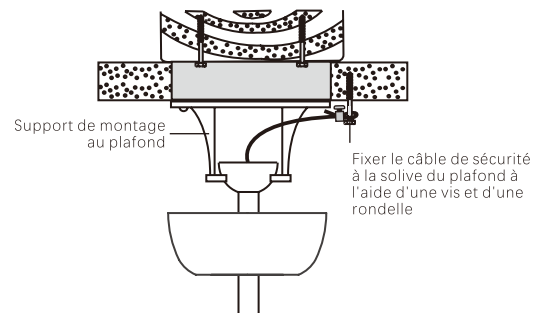

Fig.11
**Étape 1.** Fixez la vis à bois et la rondelle sur la solive du plafond à côté du support de montage, mais ne serrez pas. (Fig.11)